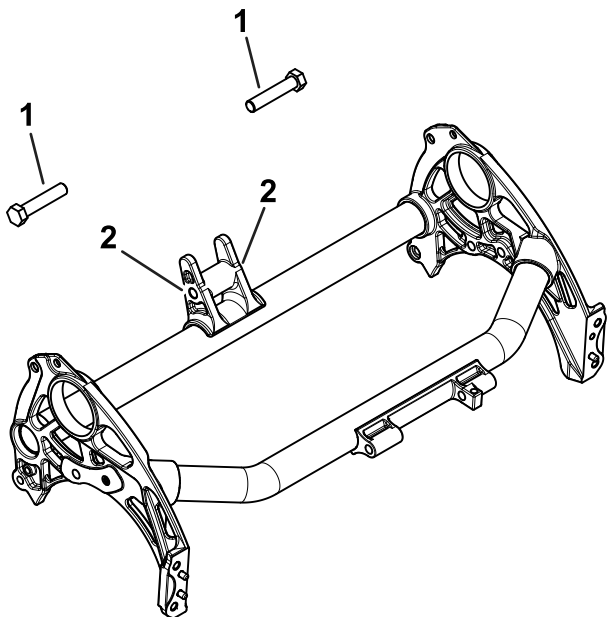

图 2
1. 在螺栓 $\frac{1}{2} \times 2\frac{1}{2}$ 英寸的螺纹和机架图 2 上涂抹防松螺纹油例如蓝色 Loctite® 乐泰胶。